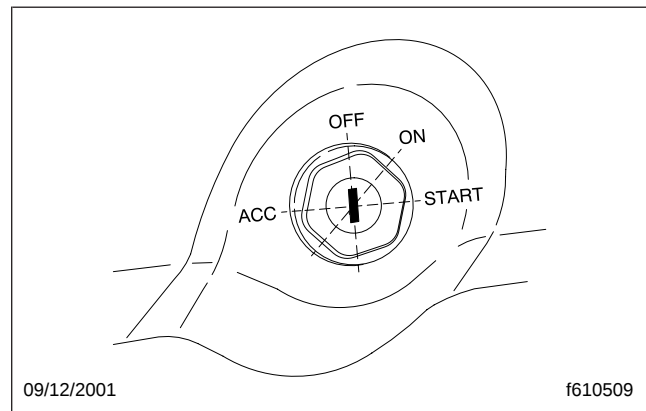

Fig. 19.7, Positions du commutateur d'allumage
4. Assurez-vous que la commande des vitesses est au point mort (N), en position de stationnement (P) ou en position frein de stationnement (PB).
5. Sans démarrer le moteur, tournez le commutateur d'allumage à ON (marche) (**figure 19.7**). Tous les indicateurs électroniques de l'ICU (bloc de commande de l'instrumentation) effectueront un balayage complet de leurs cadrans, les voyants et témoins d'alerte s'allumeront et le vibreur d'alerte s'activera pendant trois secondes.